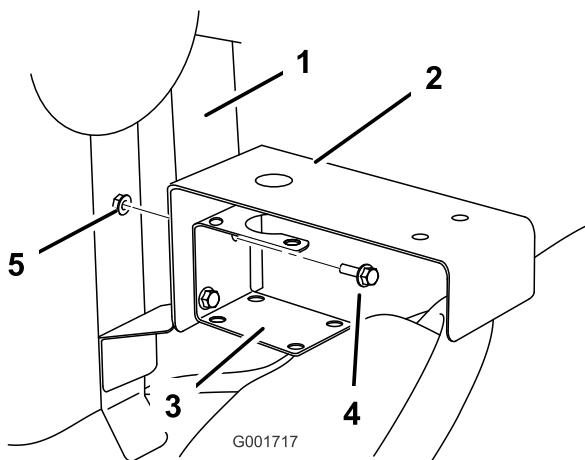

Figura 9
- 5. Instale o suporte da válvula de controlo entre o T de alimentação e a estrutura de montagem (Figura 9) utilizando os fixadores previamente removidos.